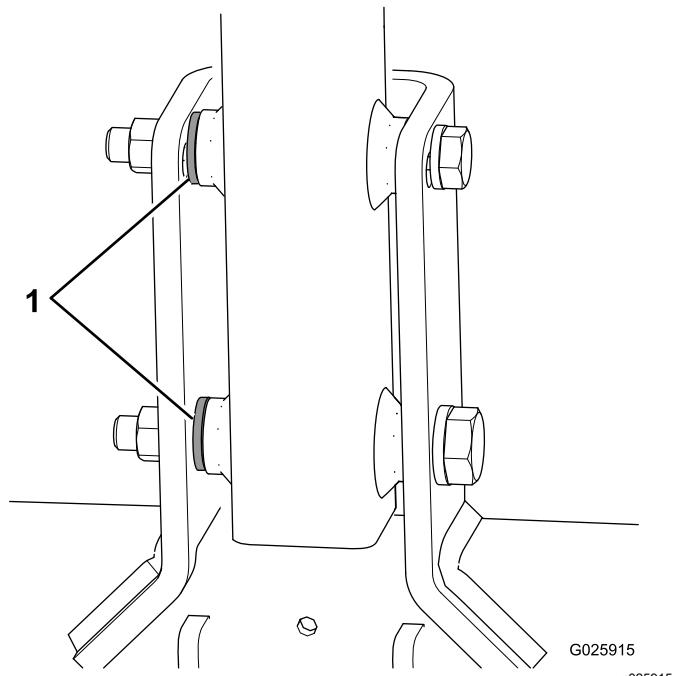

Figura 6
- Se la vostra macchina è dotata di una terza rondella inclusa con ciascun bullone, utilizzate tali rondelle come distanziatori tra l'attacco e l'interno della staffa di articolazione dell'attacco (Figura 6).